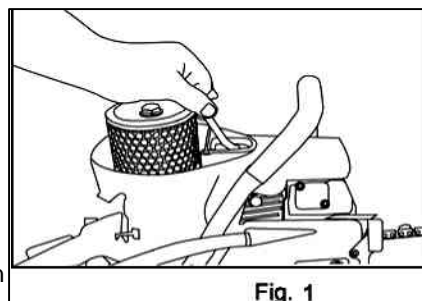

Fig. 1
- Enlever la bougie et insérer la butée de piston (fournie avec chaque tronçonneuse) dans le trou de bougie (Fig. 1). Tirer lentement sur le cordon de démarreur jusqu'à ce que le piston s'arrête contre la butée. A l'aide d'une clé de 19 mm, faire tourner l'embrayage dans le sens horloger afin de le retirer.